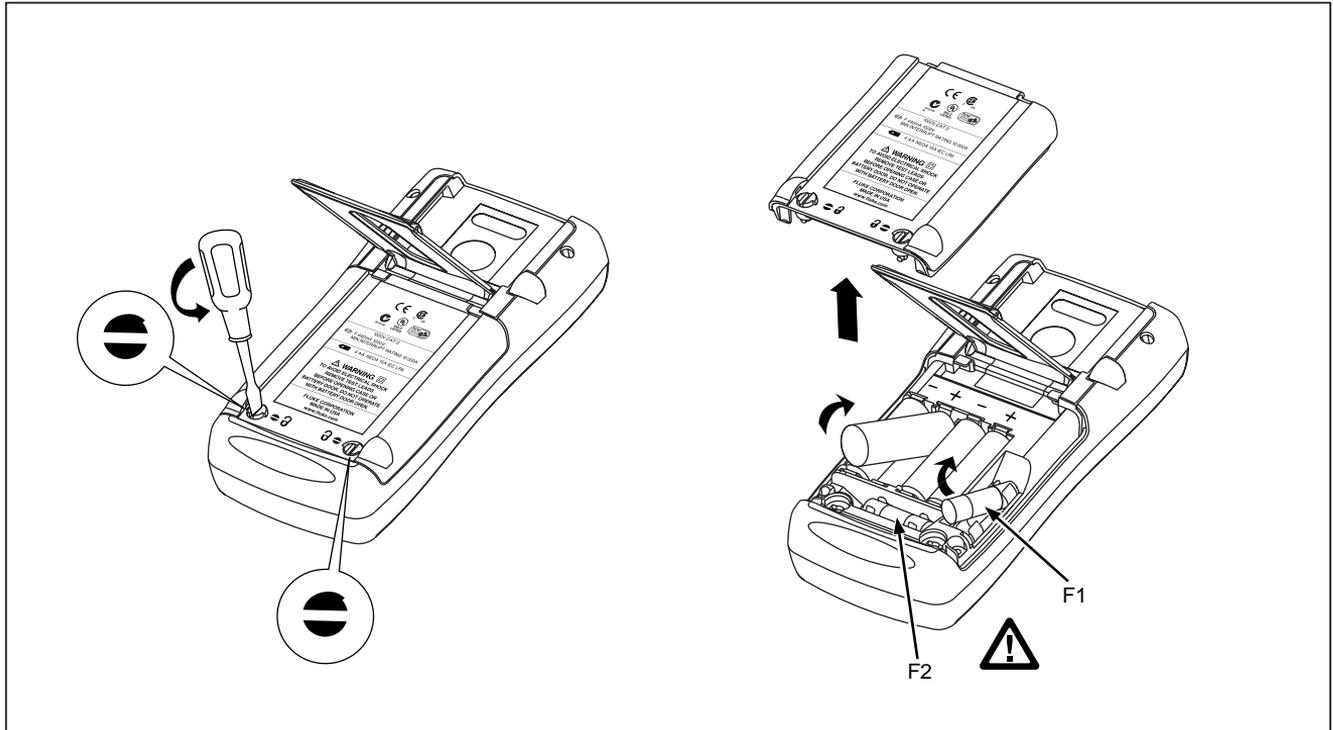

Figura 11. Sostituzione delle pile e dei fusibili
Sostituire le pile come segue. Vedere la figura 11. Usare quattro pile alcaline tipo stilo (AA).
5. Sostituirle con quattro pile alcaline tipo stilo (AA) nuove.
Se un fusibile si è fulminato, sostituirlo come segue. Vedere la figura 11 mentre si procede: